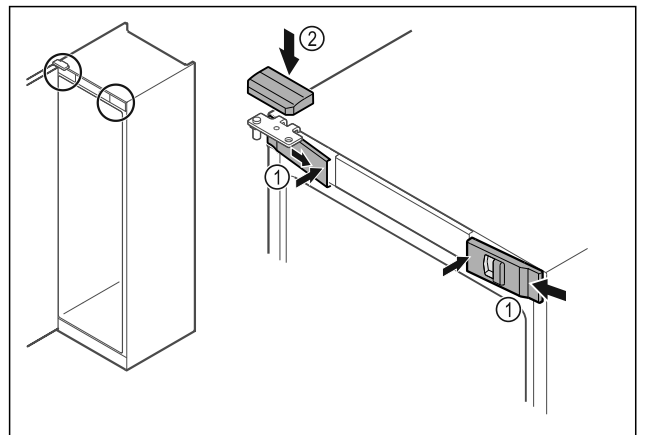

Fig. 53
▶ 从侧部挂入前盖板 Fig. 53 (1)并从内部将其卡紧。
▶ 从上方卡紧上盖板 Fig. 53 (2)。